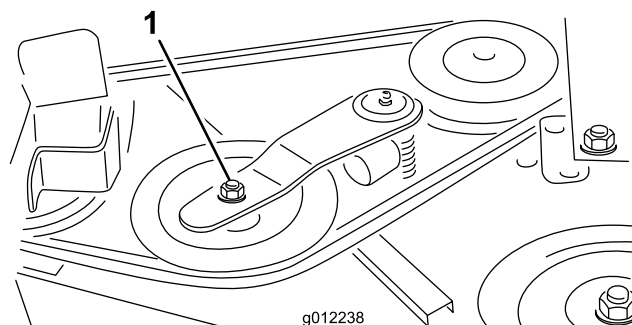
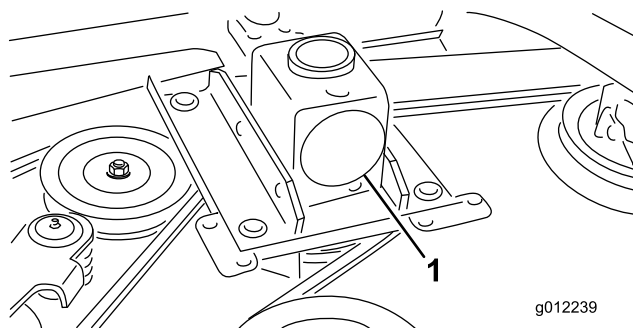

Bild 33
Bild 34
2. Schieben Sie die Spannscheibe mit einem Schraubenschlüssel oder einem ähnlichen Werkzeug (Bild 33) vom Treibriemen und lassen Sie den Riemen von der Getriebespannscheibe rutschen (Bild 34).